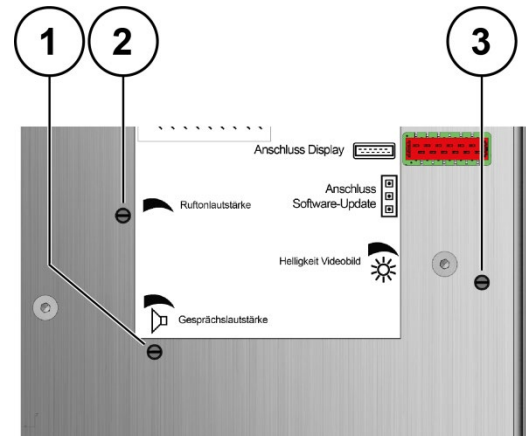

Abb. 12: Helligkeit Videokamera, Gesprächs- und Ruf-tonlautstärke
- ▶ Drehen Sie den Regler, um die gewünschten Einstellungen zu erreichen (Abb. 12.)